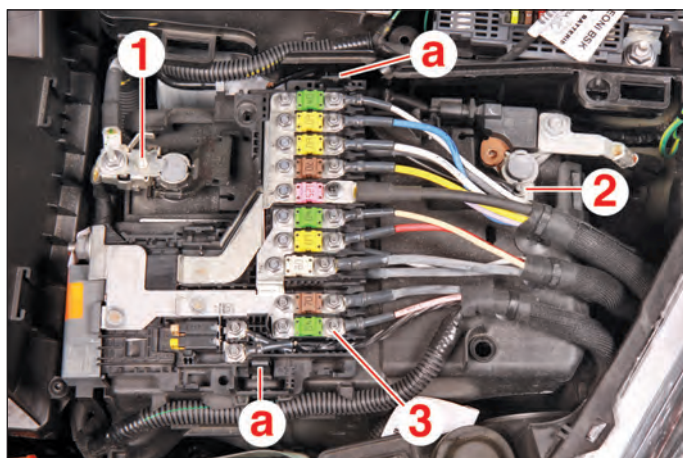

FIG.1
- Débrancher la borne positive (1) (à verrouillage rapide) puis la borne négative (2) (Fig.1).
- le support (3) des maxi-fusibles en (a),